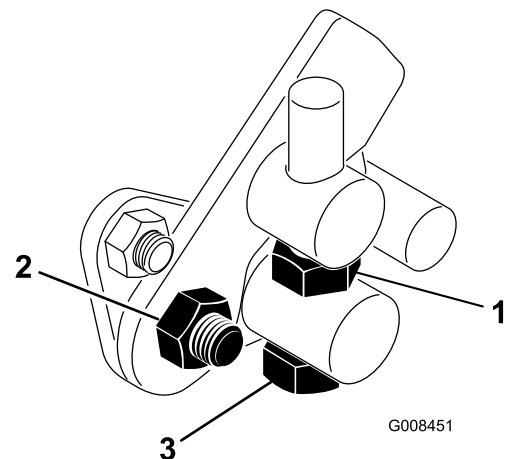

Bild 43
1. Lösen Sie die Klemmmutter an der Drehzapfenkopfschraube (Bild 43).
4. Ziehen Sie die Klemmmutter an der Drehzapfenkopfschraube und die Mutter am Pedalgelenk fest, um die Einstellung zu arretieren (Bild 43). Prüfen Sie die Einstellung und nehmen Sie ggf. eine weitere Einstellung vor.